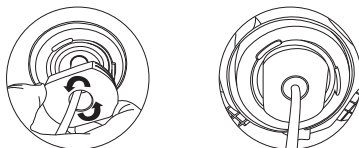

Figura -6
- Posizionare il dissipatore nel modo corretto, in modo che non possa ruotare ulteriormente, come mostrato nella Figura 6. Assicurarsi che il canale d'ingresso dell'aria del dissipatore non sia bloccato.